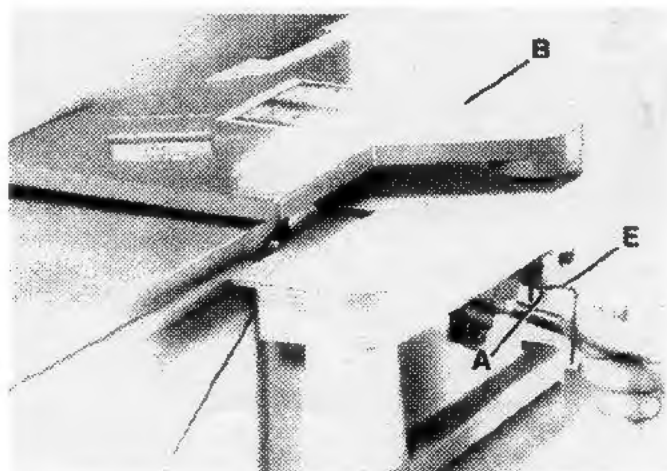

FIGURE 15
3. Vissez la vis sans tête (E) Fig. 15, dans la tige (A) pour garder le garde de la tête de coupe (B) en position.